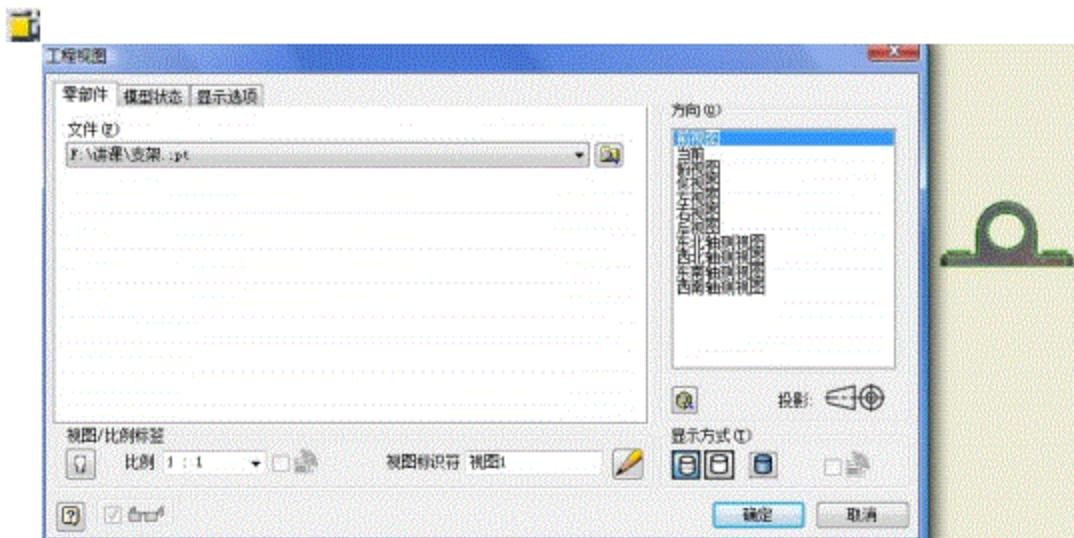

图5-9 “工程视图”对话框
- 2) 在工程图视图面板中，单击“基础视图”图标按钮，打开“工程视图”对话框，如图5-9所示。